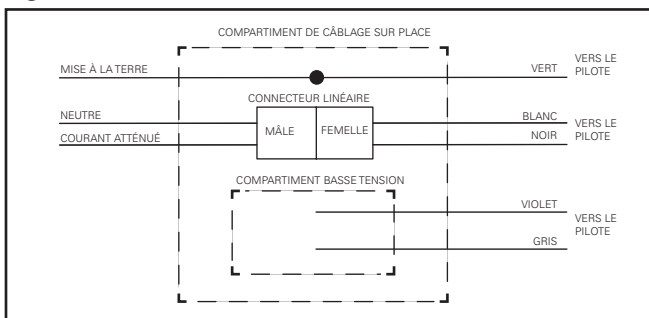

Figure 10.
- d. Pour une variation Lutron 2 fils, utilisez le fil noir dans le compartiment de câblage sur place pour un courant varié (Figure 10.).